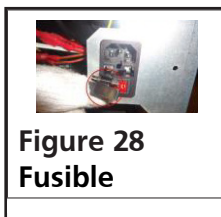

Figure 28
5. Fusible : Un élément fusible à l'arrière du dispositif protège contre les défauts et les risques d'électrocution. Voir Figure 28.